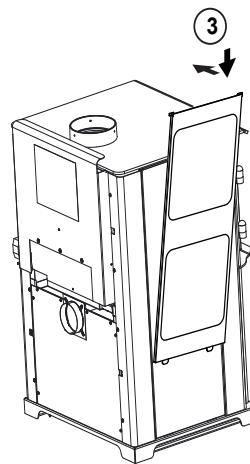

Figure 17.6
4. Fixez à nouveau le cadre des tuiles (Figure 17.6).